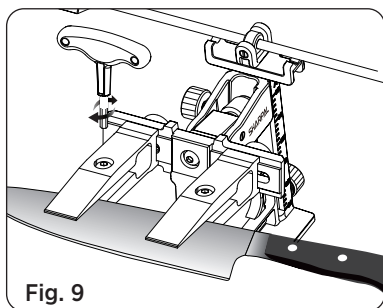

Fig. 9
3. Justera bladets position så att avståndet från änden av varje klämma till skäregegen är lika för båda klämmorna. När bladets position är korrekt justerad, dra åt fästskruvarna på båda klämmorna ordentligt med nyckeln. (Se Fig. 9)